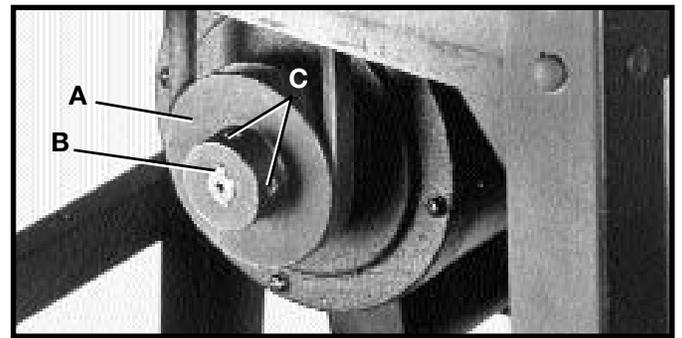
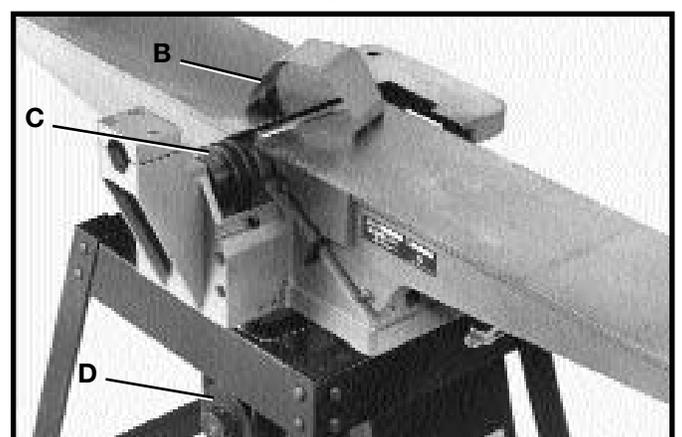

Fig. 16
Fig. 18
1. Monte la polea del motor (A) Fig. 16, al eje del motor con el cubo de la polea en la posición externa, como se ilustra aquí. Apriete el tornillo de fijación (B) contra la llave en el eje del motor.
2. Coloque la correa en la ranura de la polea del cabezal de corte (C) Fig. 18 y de la polea del motor (D).
3. Asegúrese de que la polea del motor (D) Fig. 18 esté alineada con la polea del cabezal de corte (C). Si resulta necesario, la polea del motor (D) puede moverse hacia adentro o afuera sobre el eje del motor para proporcionar el alineamiento correcto. Apriete entonces los dos tornillos de fijación (C) Fig. 16.
6. Reponga el protector de la polea del cabezal de corte (B) Fig. 18, que fue quitado durante el **PASO 1**.